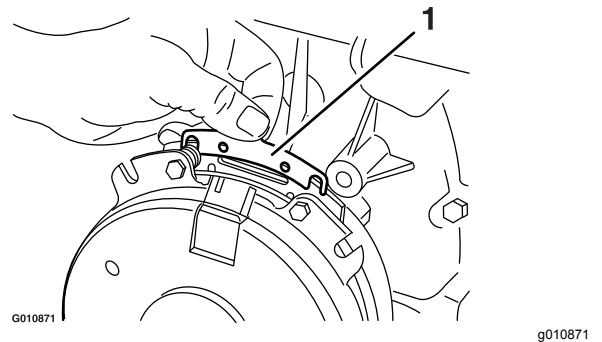

**Bild 74**
- A. Lösen Sie die beiden Befestigungsschrauben der Bremse um eine halbe bis ganze Umdrehung, wie in Bild 74 abgebildet.